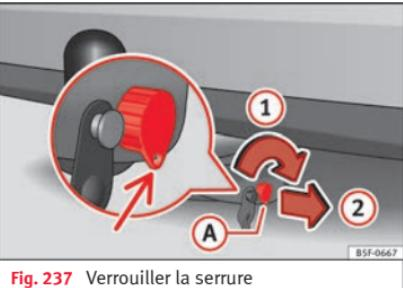
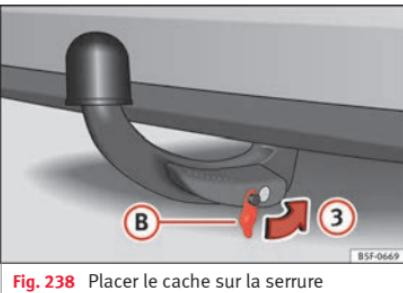

Fig. 237 Verrouiller la serrure
Fig. 238 Placer le cache sur la serrure
- Tournez la clé (A) dans le sens de la flèche (1) jusqu'à ce que la partie trouée de la clé atteigne sa position inférieure »» fig. 237.
- Retirez la clé dans le sens de la flèche (2).
- Placez le cache (B) sur la serrure dans le sens de la flèche (3) »» fig. 238 »» ①.
① ATTENTION